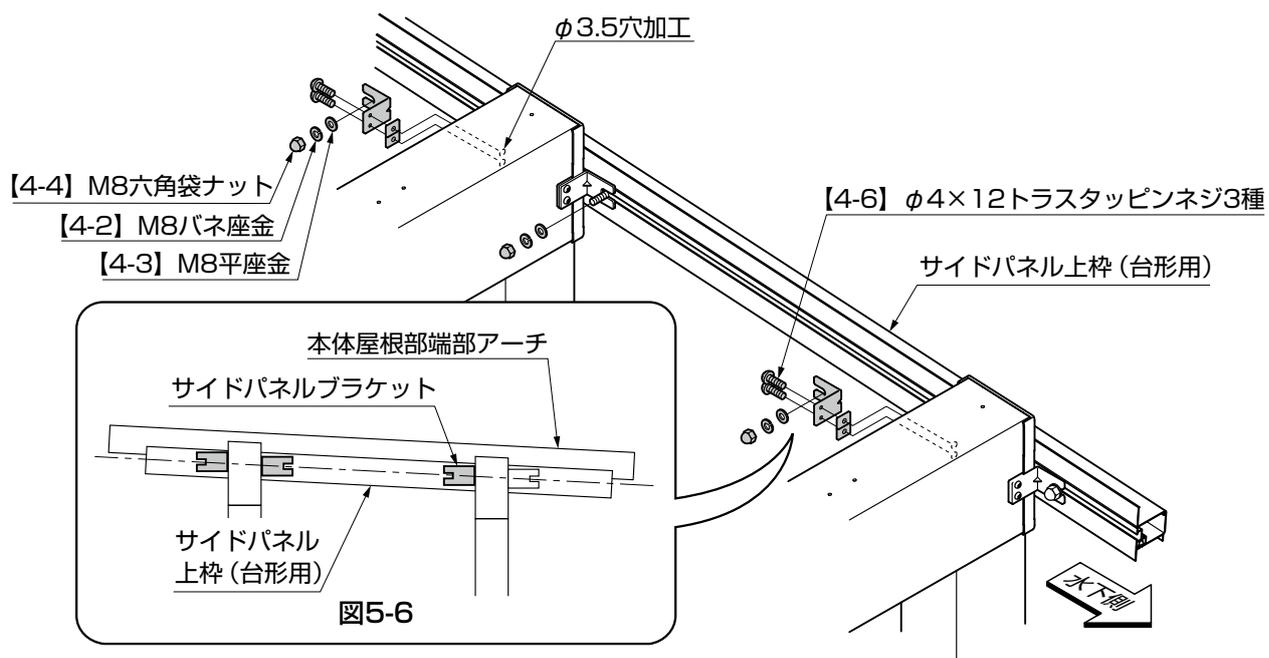

図5-6
- ② サイドパネル上枠（台形用）が本体屋根部の端部アーチと平行になるように位置を調整し、φ3.5の穴加工をしてください。（図5-6参照）
- ③ サイドパネルブラケット、サイドパネルブラケットスペーサーAを梁に【4-6】で取付けてください。